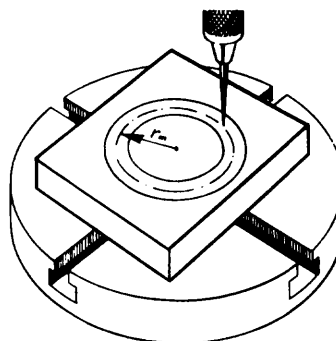

Fig. 5
- b Desplace la mesa una distancia igual al radio medio de la ranura (fig. 5).